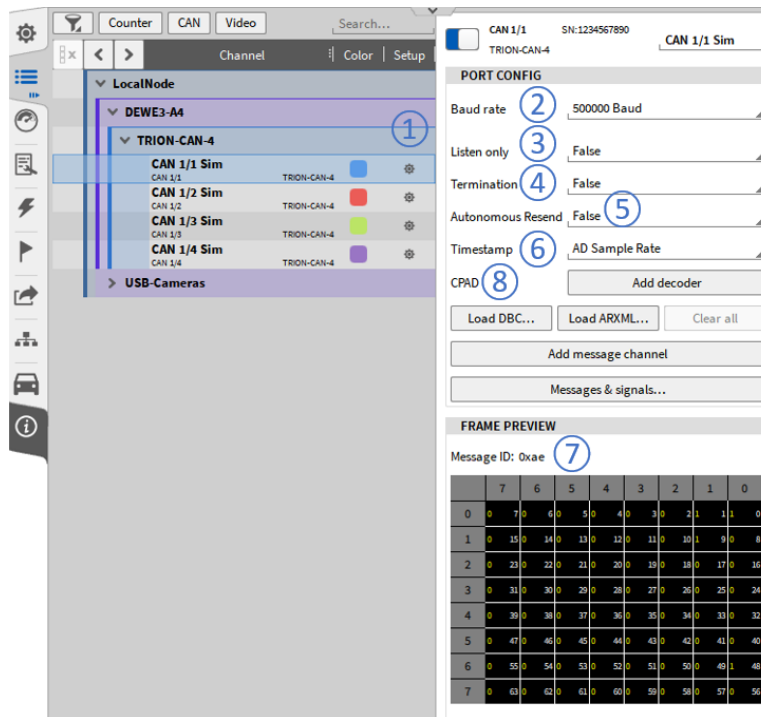

Abb. 7.203: CAN-Port-Konfiguration
des dedizierten CAN-Ports, indem Sie die Zahnrad-Taste drücken (siehe ① in Abb. 7.203).
- Baudrate (siehe ② in Abb. 7.203):
- Listen only (siehe ③ in Abb. 7.203):
- Termination (siehe ④ in Abb. 7.203):
- Autonomous Resend (siehe ⑤ in Abb. 7.203):
- Timestamp (siehe ⑥ in Abb. 7.203): Legt Zeitbasis fest, auf der die CAN-Signale ausgerichtet sind.
Die Framevorschau (siehe ⑦ in Abb. 7.203) zeigt eine Vorschau der empfangenen Nachrichten an, wenn alle Einstellungen (insbesondere Baudrate und Terminierung) korrekt eingestellt sind.
- CPAD (siehe ⑧ in Abb. 7.203): Wenn ein Modul der CPAD-Serie an den CAN-Bus angeschlossen ist, kann ein CPAD-Decoder hinzugefügt werden, um ihre Nachrichten und Signale zu dekodieren, ohne dass eine zugehörige dbc-Datei erforderlich ist. Weitere Informationen finden Sie in XRs und CPADs mit OXYGEN.